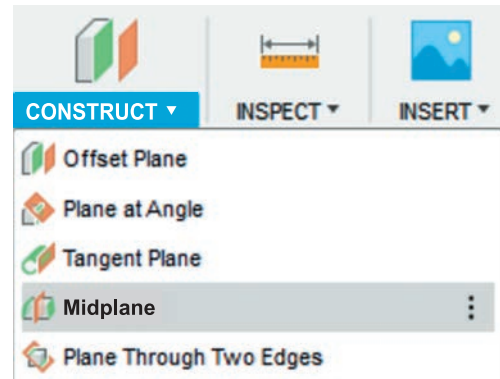

Рис. 51. Выбор инструмента **Midplane**
3.1. Ручка будет создана на верхней плоскости канистры. Сначала определим её середину. Для этого построим вспомогательную плоскость с помощью инструмента **Midplane** из группы **Construct** (рис. 51).